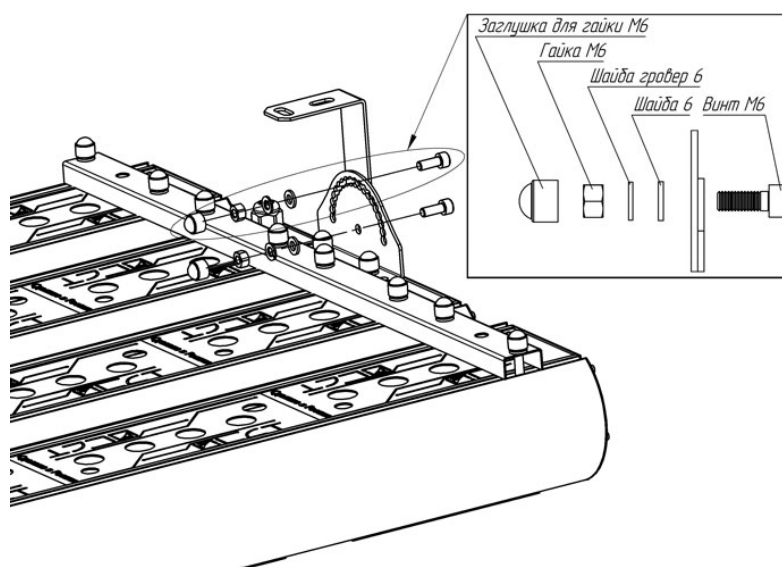

Рис. 8
6.7.6 Установить светильник, прикрепив фиксаторы поворотные к установленным потолочным креплениям Рис. 8